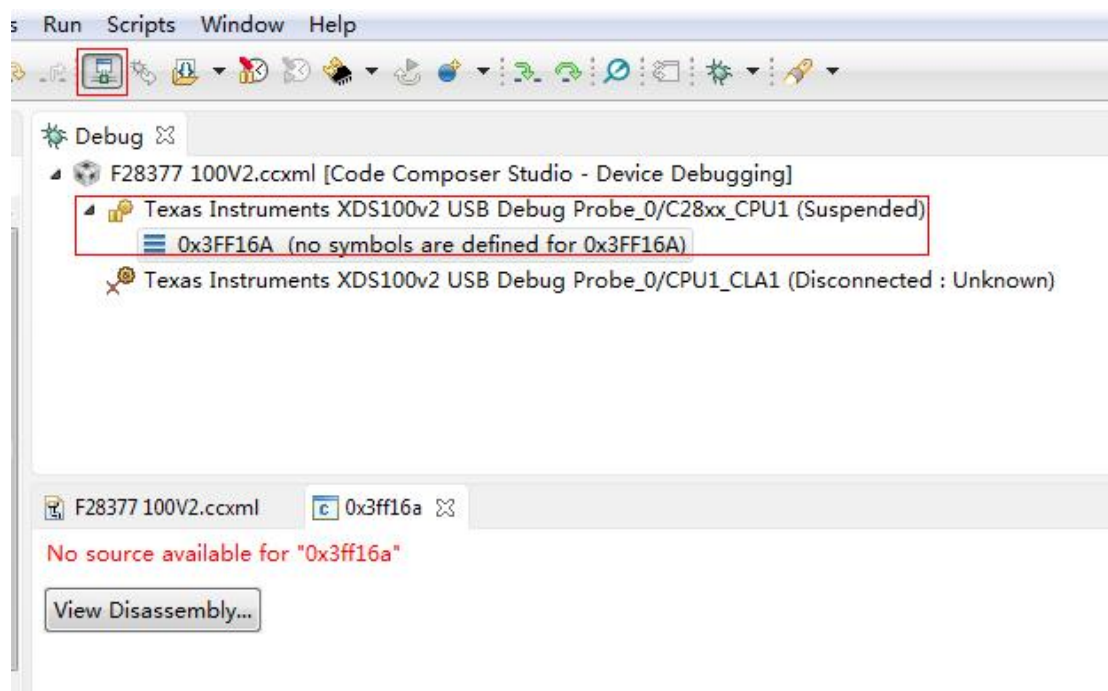

图 3-21-1 连接界面
- (1) 首先将 CCS6.1 开发环境打开;
- (2) 接着把仿真器的 USB 与电脑进行连接, 将仿真器的另一端 JTAG 端插到 YX-F28377 开发板的 JTAG 针处 (注意仿真器插入方向, 请仔细核对防差错针的位置);
- (3) 连接目标板, 出现如下图 3-21-1 则表示连接成功;